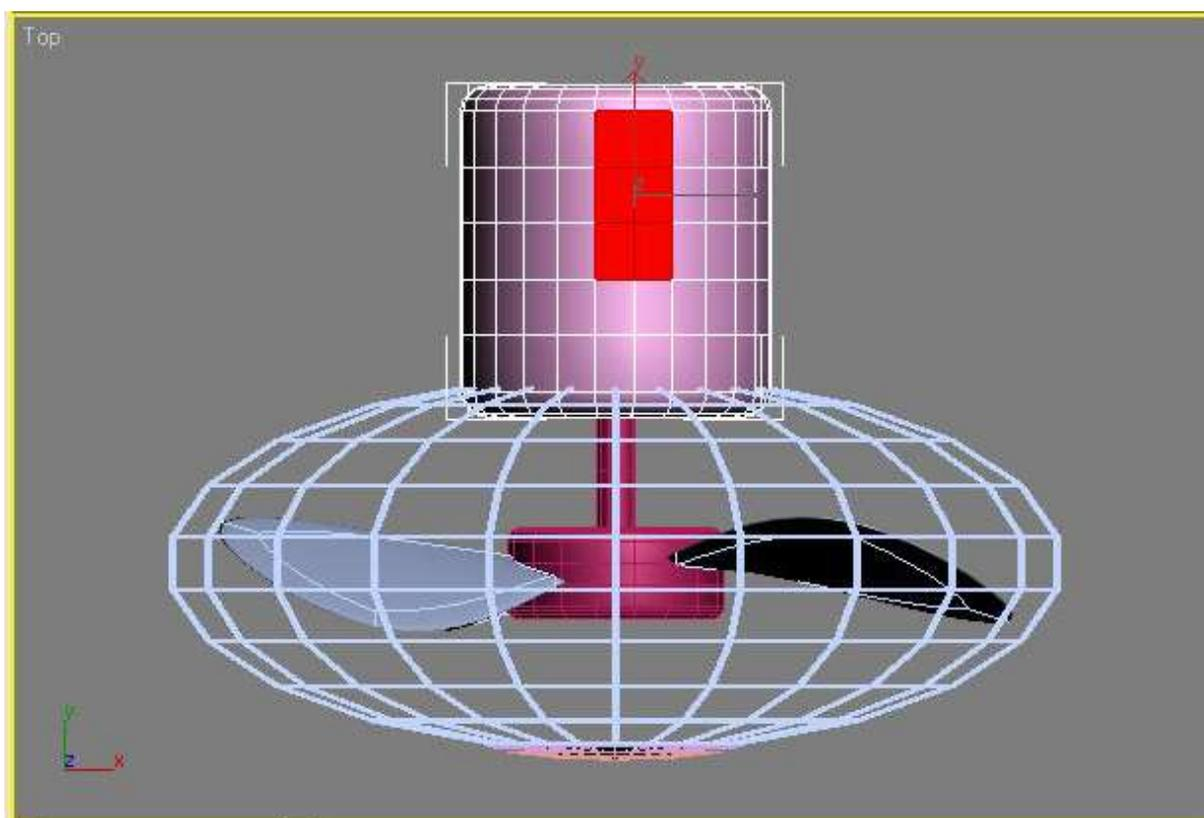

Рис. 30 – Выделение полигонов в нижней части корпуса мотора
10. Нажав и удерживая клавишу **Ctrl**, выделите шесть полигонов, расположенных в нижней части объекта так, как это показано на рис. 30. Выделенные полигоны окрасятся в красный цвет.